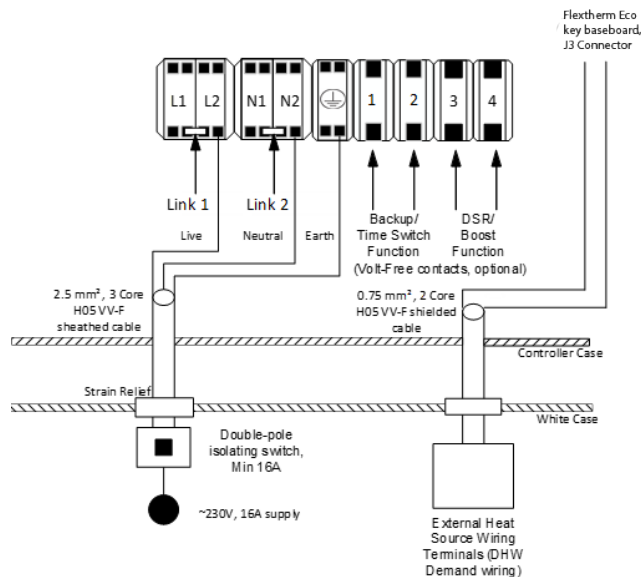

Abbildung 11 - Verkabelung der Flextherm Eco G2 D Wärmebatterie ohne Energiemanager
- o Ohne Energiemanager: siehe (Abschnitt 6.4.1, Abbildung 11)